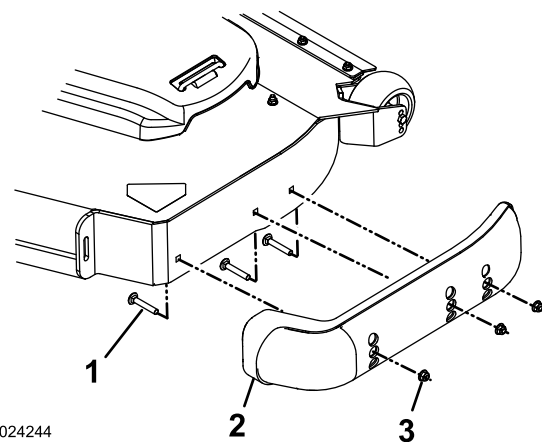

Figura 34
- Retire los pernos de cuello cuadrado y las tuercas de cada patín (**Figura 34**).